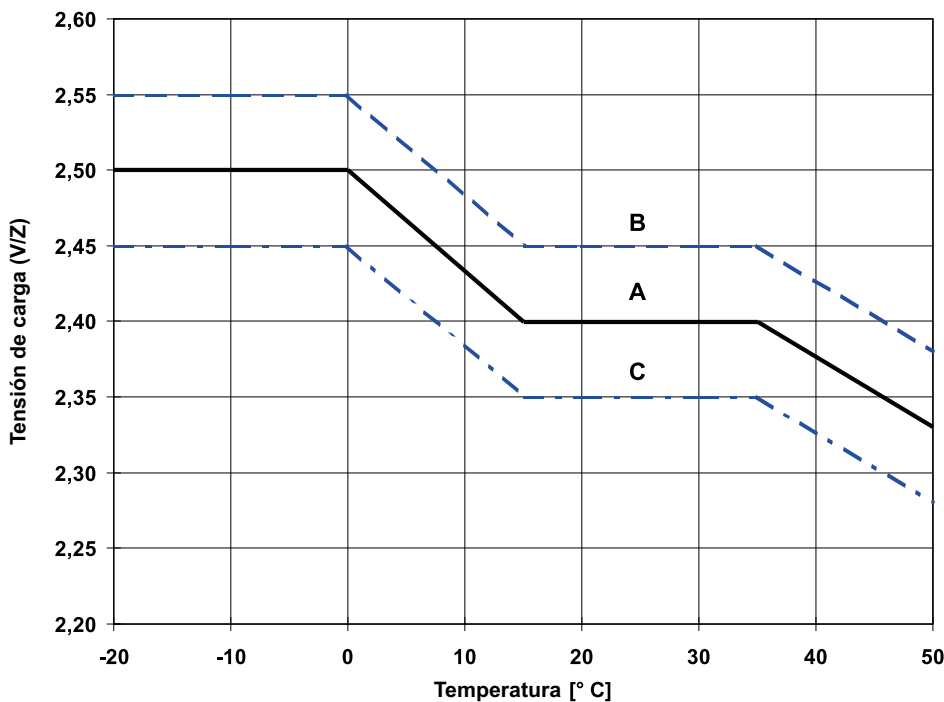

Figura 1: Tensión de carga respecto de la temperatura para el funcionamiento solar.
Es aplicable el proceso de carga dentro de los valores límite fijados según DIN 41773 (curva IU). Tensiones de carga recomendadas para aplicaciones cíclicas: véase figura 1 y punto 2.8. En función del modelo del dispositivo de carga y la curva característica, durante el proceso de carga fluyen a través de la batería corrientes alternas que se superponen a la corriente continua. Estas corrientes alternas superpuestas y las realimentaciones de los dispositivos consumidores producen un recalentamiento adicional de la batería y una carga adicional de los electrodos, con posibles daños como consecuencia (véase el apartado 2.5).
- Fase I = Hasta la tensión según figura 1 a 20 °C
Durante la recarga según la figura 1, el valor efectivo de la corriente alterna puede ser temporalmente de máx. 10 A/100 Ah C_{10} . Después de la recarga y de la carga sucesiva (carga de conservación), el valor efectivo de la corriente alterna no debe superar 5 A/100 Ah C_{10} .
La adaptación de la tensión de carga en función de la temperatura debe realizarse según la figura 1. No se debe realizar una adaptación de la tensión de carga dentro de la gama de temperaturas situadas entre 15 °C y 35 °C.